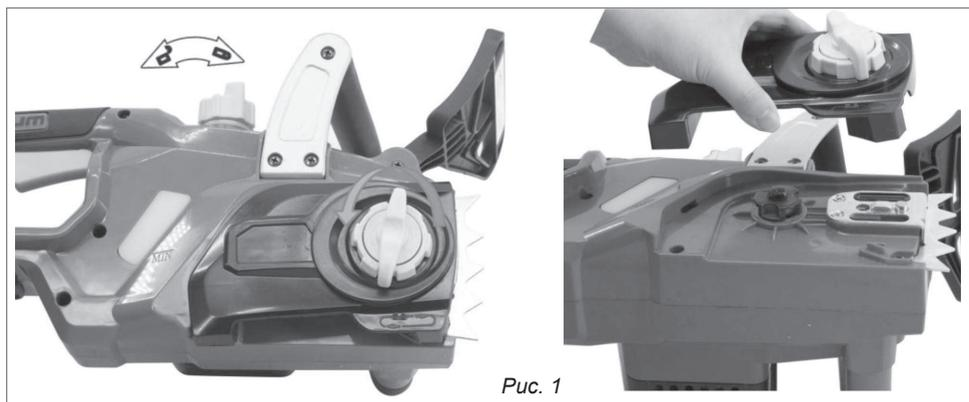

Рис. 1
1. Установите бензопилу на ровную поверхность. Отпустите маховик и снимите крышку цепи (Рис. 1).